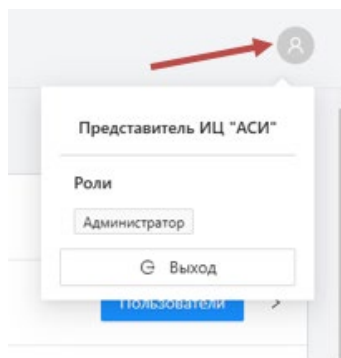

Рисунок 4 – Информация о пользователе
- 2. Информация о пользователе.** При наведении на иконку показывает имя пользователя, его роли, а также позволяет произвести выход из учетной записи (Рисунок 4).